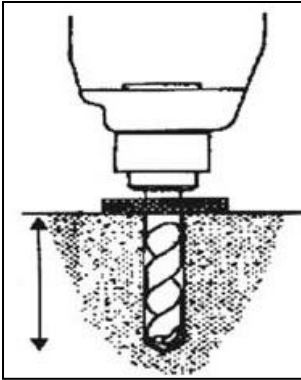

Afbeelding 17
- Gebruik een vorkheftruck of andere hefuitrustingen om het platform te heffen (afbeelding 17) en zorg ervoor dat de veiligheidsvoorzieningen van de machine ingeschakeld en vergrendeld zijn.